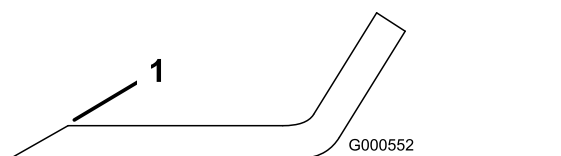

Figure 59
1. Au moyen d'une lime, aiguisez les tranchants aux deux extrémités de la lame (Figure 59).
Remarque: Si la lame est déséquilibrée, limez un peu l'extrémité de l'ailette seulement (Figure 59).